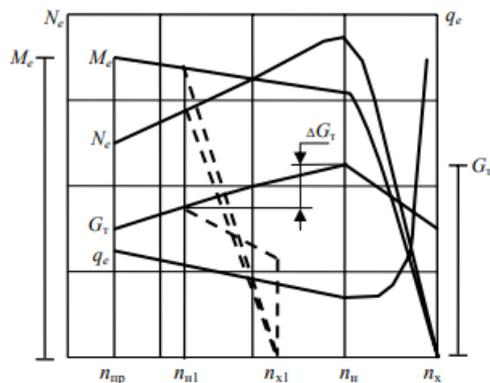
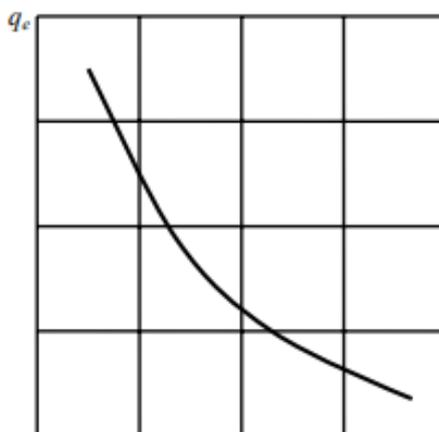

Рис.1. График скоростной характеристики двигателя на полном и пониженных скоростных режимах
Рис.2. График изменения удельного расхода топлива в зависимости от загрузки двигателя
Скоростная характеристика двигателя отражает зависимость N_e , M_e , G_t , $q_e = f(n)$. Из графика (рис. 1) находят основные показатели двигателя, соответствующие номинальному режиму, т.е. $N_{ен}$, $M_{ен}$, n_x , $G_{тн}$, $q_{ен}$, а также определяют $M_{e\max}$ и n_x . Далее определяют динамическую характеристику двигателя – коэффициент приспособляемости $K_d = M_{e\max}/M_{ен}$, который характеризует способность двигателя преодолевать кратковременные перегрузки. Для дизельных двигателей $K_d = 1,1 \dots 1,2$.
Для построения регуляторных ветвей, соответствующих пониженным скоростным режимам двигателя, на графике (рис. 1) проводят параллельно оси абсцисс прямую, соответствующую заданной внешней нагрузке (в процентном отношении от $N_{нн}$). Пересечением этой прямой с корректорной ветвью N_e находят новый номинальный режим работы двигателя при $N_{н1}$. На участке оси абсцисс от N_n до $N_{н1}$ произвольно находят ещё одну точку $N_{н2}$, с помощью формул (1) и (2) определяют значения $N_{х1}$, $N_{х2}$, $G_{тх1}$ и $G_{тх2}$; затем производят построение регуляторных ветвей скоростной характеристики двигателя, соответствующих пониженным скоростным режимам.
Из графика (рис. 1) определяют значения q_e , соответствующие пониженным скоростным режимам, и по ним строится график зависимости удельного расхода топлива от величины загрузки двигателя (рис. 2).